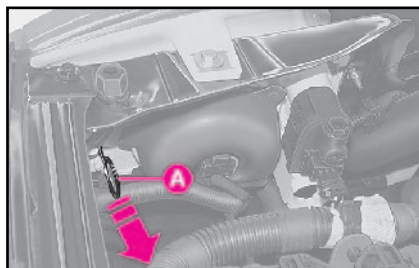

fig. 17
1) décrocher l'agrafe **A**-fig. 17, en agissant sur le sens de la flèche;
7) raccrocher le ressort **A**-fig. 17.